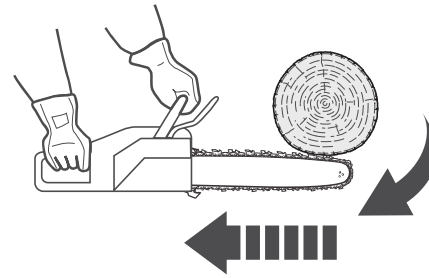

Fig. 34
2. El pinzamiento de la cadena (10) en la parte superior de la espada (11) puede empujar rápidamente la espada hacia atrás, en dirección al operario (Fig. 34).